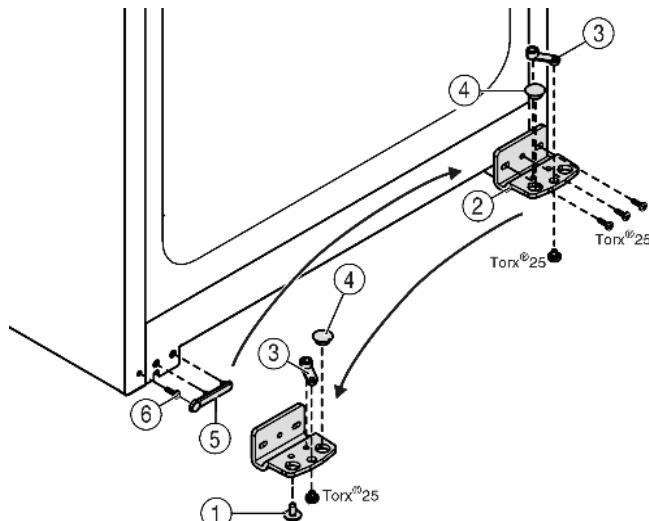

Fig. 6
- ▶ Опорный палец Fig. 5 (21) можно извлечь из опорного кронштейна Fig. 6 (2).
- ▶ Открутите опорный кронштейн Fig. 6 (2).
- ▶ Открутите опорную деталь Fig. 6 (3) и, переставив в отверстие на противоположной стороне опорного кронштейна, снова прикрутите.
- ▶ Извлеките заглушку Fig. 6 (4) из опорного кронштейна и переставьте ее в отверстие на противоположной стороне опорного кронштейна.
- ▶ Осторожно снимите крышку со стороны ручки Fig. 6 (5).
- ▶ Выкрутите болт Fig. 6 (6) и вкрутите на противоположной стороне.
- ▶ Снова установите крышку Fig. 6 (5).
- ▶ Снова прикрутите опорный кронштейн Fig. 6 (2) на новой стороне шарнира (**с моментом 4 Нм**). При необходимости используйте аккумуляторный шуруповерт.